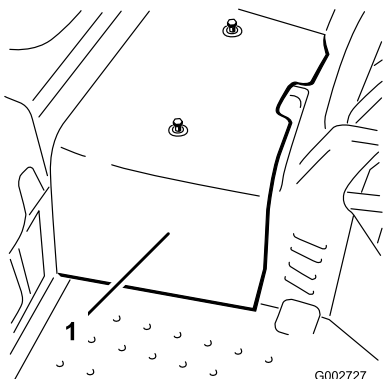

Figura 41
2. Slăbiți cele 2 uruburi care fixează carcasa centrală pe maină și îndepărtați carcasa (Figura 41).